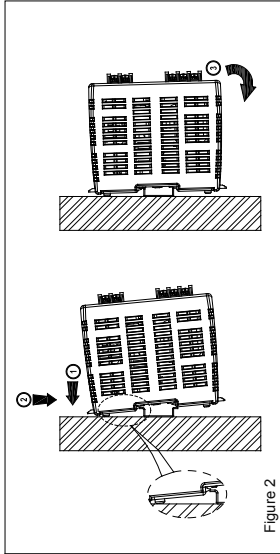

Figure 2
3. Montage (Abb. 2)
Einrasten des Geräts in DIN-Schiene, wie in Abb. 2 dargestellt:
3. Mounting (Fig. 2)